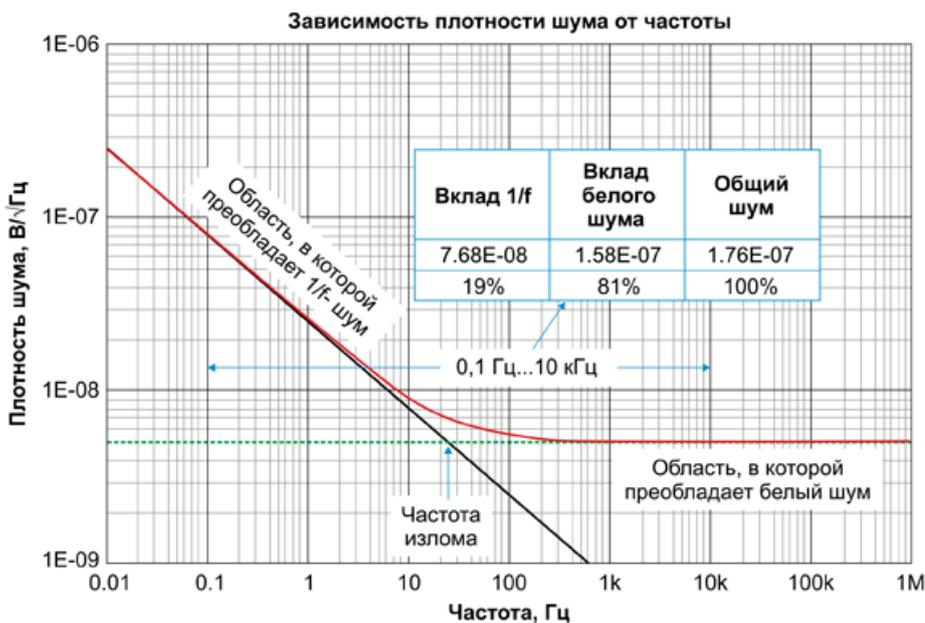

Рис. 62. Шум усилителя представляет собой комбинацию 1/f-шума и белого шума
- Шум усилителя представляет собой комбинацию 1/f-шума и белого шума. Хотя белый шум присутствует на низких частотах, но основной вклад здесь вносит фликкер-шум (рисунок 62). Шум 1/f распространяется и на область высоких частот, но здесь уже доминирует белый шум. Эти две составляющие смешиваются на частоте излома (Corner Frequency), достигая 3 дБ.